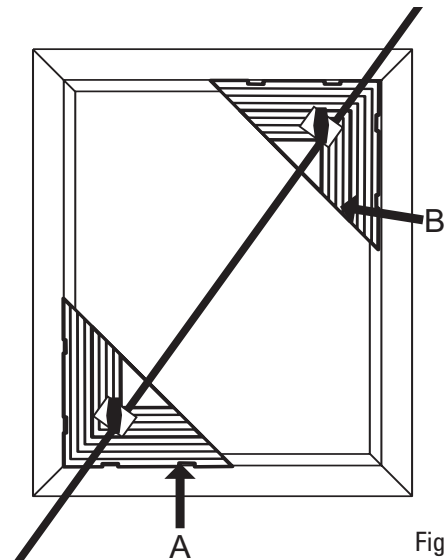

Fig. 4
Étape 2 – Glissez le triangle B dans l'angle supérieur droit du cadre en s'assurant qu'il se loge bien en place. Serrez fermement la molette. (Fig. 4).
Schritt 2 - Schieben Sie Dreieck B in die obere rechte Ecke des Rahmens. Achten Sie auch hier darauf, dass die Kanten ganz in die Rahmenecke geschoben werden. Ziehen Sie den Knopf fest. (Abb. 4)
Procedura 2 – far scorrere il triangolo B nell'angolo superiore destro della cornice facendo attenzione che anch'esso coincida con l'angolo. Serrare la manopola perché tenga (Fig. 4).
Paso 2: deslice el triángulo B hasta la esquina superior derecha del marco asegurando que también se ajuste perfectamente en el lugar. Ajuste el botón hasta que quede firme. (Fig. 4).